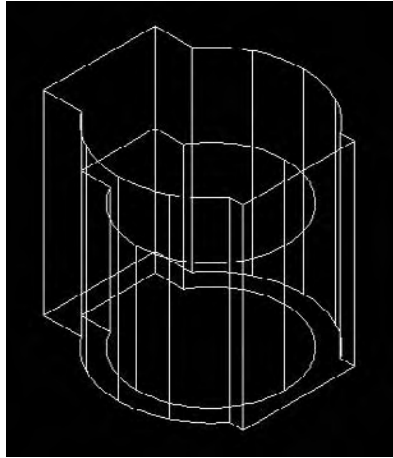

Fig.16.4
- 8 Extrudez la forme extérieure de 84 cm et la forme intérieure de 54 cm (fig.16.4).